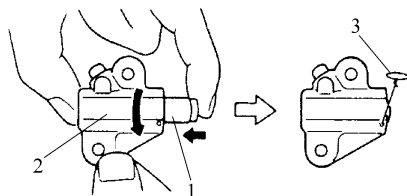

图 6-8 安装定位器
8) 朝箭头方向转动固定器 2, 把柱塞 1 拧进去, 安装定位环 3, 用金属丝使柱塞保持就位, 如图 6-8 所示。